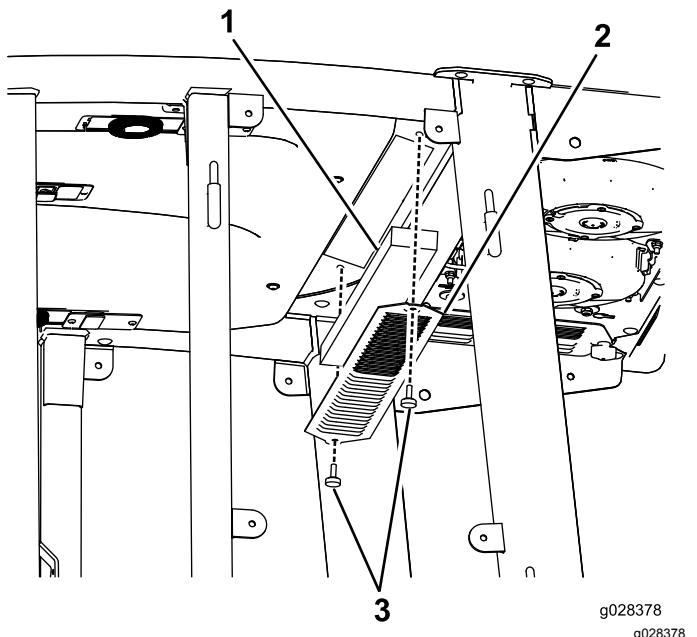

Bild 123
3. Nehmen Sie die 22 Schrauben ab, mit denen das Dach befestigt ist, um das Kabinendach von der Kabine abzunehmen (Bild 123).
4. Entfernen Sie die Luftfilter (Bild 123).
5. Entfernen und reinigen Sie die Klimaanlagenschlangen (Bild 123).